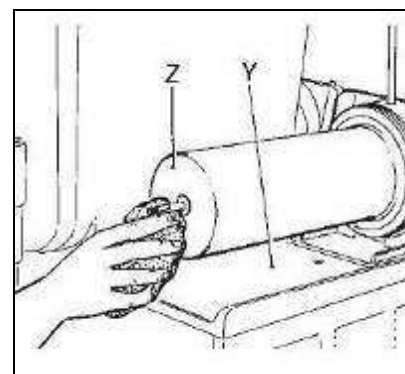

Fig. 19
- Lavez soigneusement l'évaporateur Z et le bac de condensation Y à l'aide d'une éponge imbibée d'eau claire, en éliminant tout produit résiduel (voir fig.19).